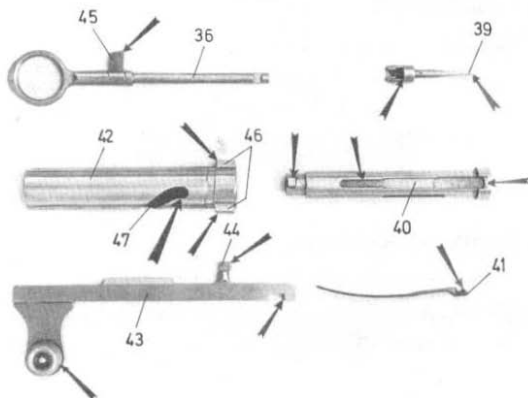

Figure 22
5. Contrôle des pièces de la culasse, en particulier le percuteur, le ressort et la tige de percussion, l'extracteur et le verrou (voir figure 22)